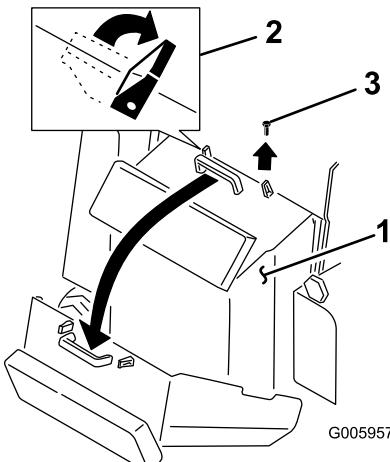

Рисунок 26
- Освободите две крепежных лапки наверху задней крышки доступа (Рисунок 26).
- Снимите болт, расположенный рядом с правой крепежной лапкой (Рисунок 26).
- Возьмитесь за ручку и потяните крышку вверх и назад, чтобы откинуть ее в открытое положение (Рисунок 26).